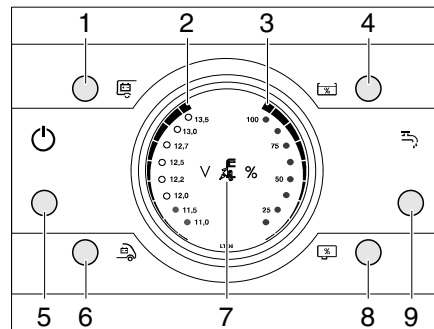

Fig. 267 Panneau de contrôle LT 96
Le voyant de contrôle 230 V (Fig. 267,7) s'allume si l'arrivée du bloc électrique est sous tension de réseau.
L'interrupteur principal 12 V (Fig. 267,1) établit ou coupe le panneau de contrôle et l'alimentation 12 V de la cellule.
Mise en service : ■ Appuyer brièvement sur la touche de l'interrupteur principal 12 V (Fig. 267,1). L'alimentation 12 V de la cellule est assurée. La DEL de contrôle s'allume.
Mise hors service : ■ Appuyer brièvement sur la touche de l'interrupteur principal 12 V (Fig. 267,1). L'alimentation 12 V de la cellule est coupée. La DEL de contrôle s'éteint.
Avec les touches de la batterie de cellule (Fig. 267,1) et de la batterie de démarrage (Fig. 267,6), on affiche l'état de charge des batteries.
- Appuyer sur la touche de la batterie de cellule (Fig. 267,1).
La charge de la batterie est affichée (Fig. 267,2).
- Appuyer sur la touche de la batterie de démarrage (Fig. 267,6).
Avec les touches de niveau de remplissage du réservoir d'eau (Fig. 267,4) et de niveau de remplissage du réservoir d'eaux usées (Fig. 267,8), on peut afficher la quantité d'eau et la quantité d'eaux usées.
- Appuyer sur la touche de niveau de remplissage du réservoir d'eau (Fig. 267,4). Le niveau de remplissage du réservoir d'eau est affiché (Fig. 267,3).
- Appuyer sur la touche de niveau de remplissage du réservoir d'eaux usées (Fig. 267,8). Le niveau de remplissage du réservoir d'eaux usées est affiché (Fig. 267,3).
Avec la touche de pompe à eau MARCHE / ARRET (Fig. 267,9), on peut activer et désactiver la pompe à eau. La mise en service proprement dite de la pompe à eau se fait à l'ouverture d'un robinet d'eau lorsque la pompe à eau est activée. Si la pompe à eau est désactivée, la pompe à eau reste désactivée même lorsqu'on ouvre un robinet d'eau.
- Appuyer brièvement sur la touche de pompe à eau MARCHE / ARRET (Fig. 267,9). La pompe à eau est activée. La DEL s'allume.
- Appuyer brièvement sur la touche de pompe à eau MARCHE / ARRET (Fig. 267,9). La pompe à eau est désactivée. La DEL s'éteint.
La DEL "11,0 V" clignote dans l'affichage (Fig. 267,2) dès que la tension de la batterie descend en dessous de 11 V (mesurée en marche) et qu'il y a risque de décharge profonde de la batterie.